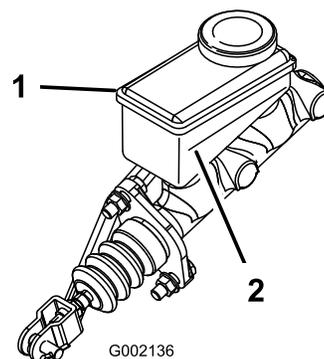

Рисунок 66
5. Проверьте уровень жидкости в боковой части бачка (Рисунок 66).
- В. Доливайте тормозную жидкость DOT 3 в бачок, пока ее уровень не будет выше отметки «Минимум» (Рисунок 66).